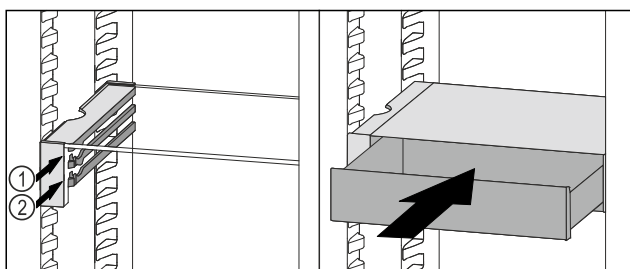

Fig. 89
- ▶ Założyć szufladę VarioSafe za stoperami na wybranych żebrowach Fig. 89 (1) lub Fig. 89 (2).